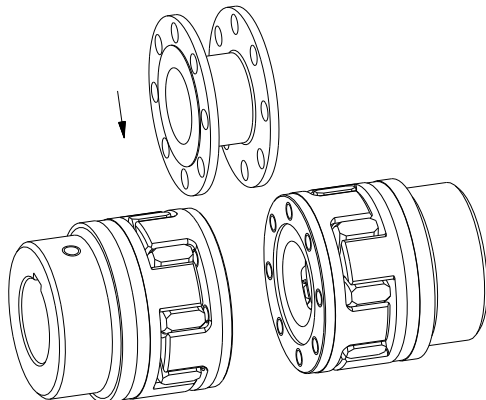

Рис. 13: Монтаж
- Установите ZS-DKM-проставку между поводковыми фланцами (см. рис. 13).